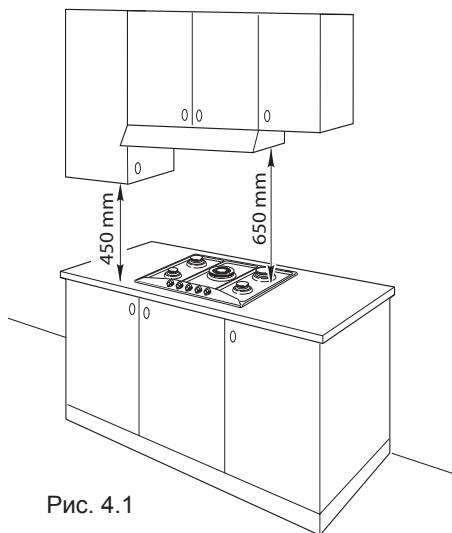

Рис. 4.1
- Расстояние между варочной поверхностью и настенным шкафом или вытяжным колпаком, установленным непосредственно над ней, должно быть не менее 650 мм (рис. 4.1).